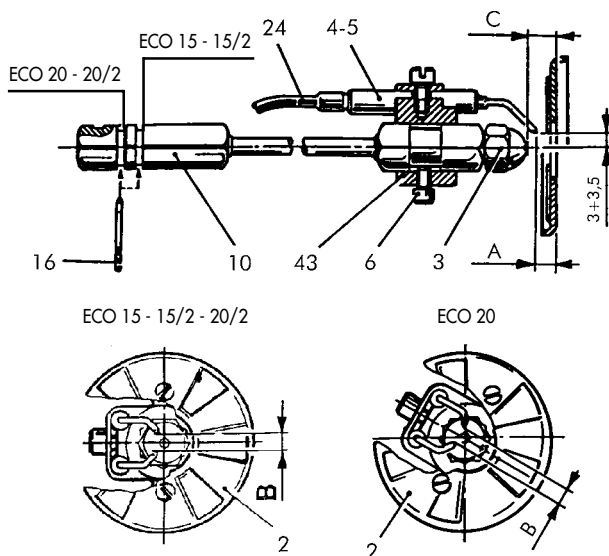

Fig. 14
- Ugello (3) difettoso e sporco;
- Elettrodi di accensione (4-5) incrostati o danneggiati (vedere le posizioni in fig. 14);
- Fotosensenza (19) annerita;
- Difettosa tenuta dell'elettrovalvola (29);
Effettuare la pulizia possibilmente senza variare la loro posizione rispetto al disco deflettore; nel caso ciò accadesse rispettare in fase di montaggio le dimensioni indicate in fig. 14.